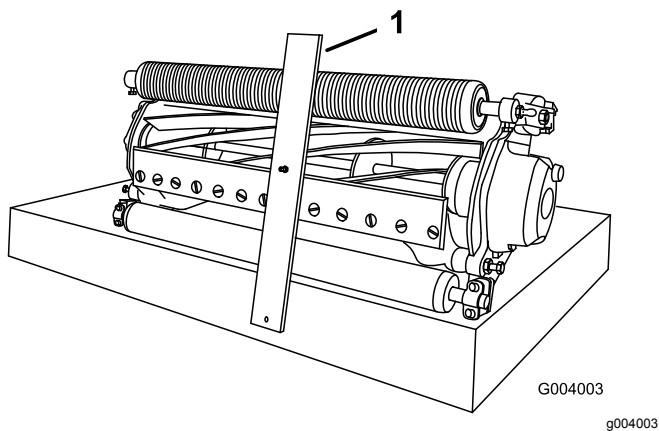

Figura 19
- Prenda a cabeça do parafuso ao indicador da altura de corte no lado direito da extremidade cortante da lâmina de corte e apoie a extremidade traseira da barra na traseira do rolo (Figura 19).